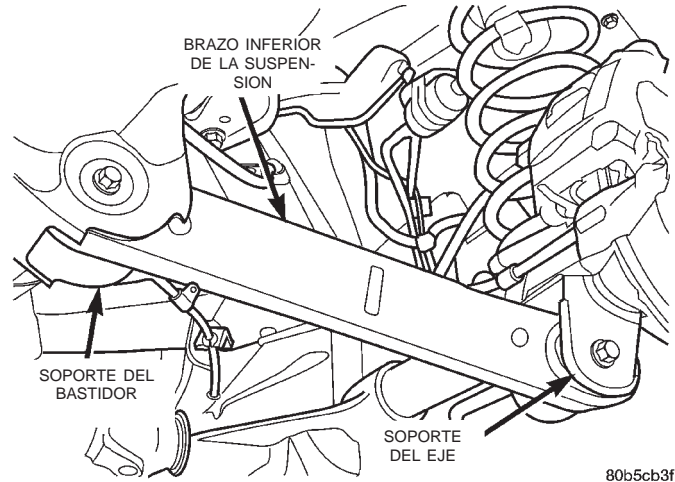

Fig. 6 Brazo inferior de la suspensión
- (1) Eleve el vehículo y apoye el eje trasero.
- (2) Retire del soporte de eje la tuerca y el perno del brazo inferior de la suspensión (Fig. 6).
- (3) Retire la tuerca y el perno (Fig. 6) del larguero de bastidor y retire el brazo inferior de la suspensión.